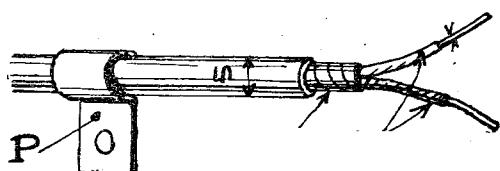

FIG. 3. — Canalisation.
3) *Canalisation.* — Nous conseillons l'emploi de petit câble électrique sous plomb à 2 conducteurs de cuivre ayant chacun 6 à 7/10 de millimètre de diamètre (6/10 est le diamètre minimum). Ce câble, très usité dans le commerce est à guipage soie et coton 2 couleurs, recouvert de ruban paraffiné, le tout passé dans une gaine de plomb. Il se fixe très facilement au moyen de petite pattes. (Voir figure 3).